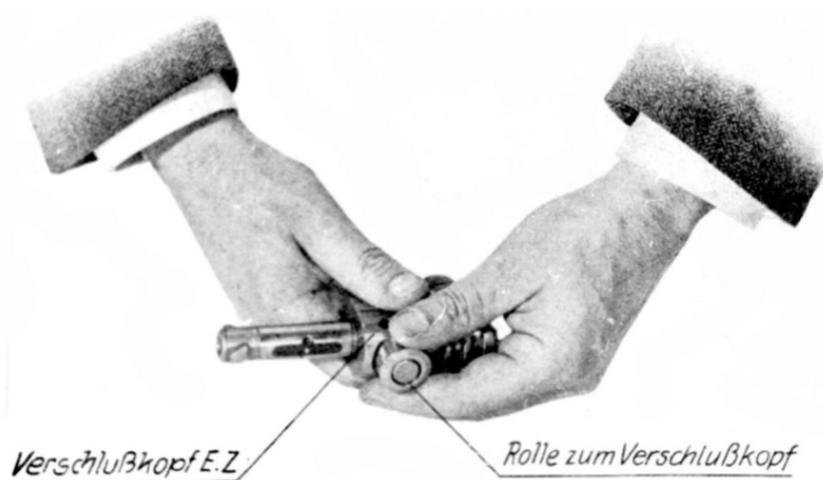

Abb. 84: Abziehen der Rolle zum Verschlußkopf EZ
a) Zerlegen des Verschlusskopfes EZ (Abb. 84)